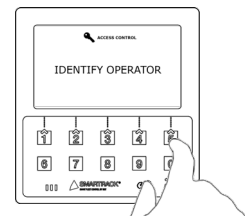
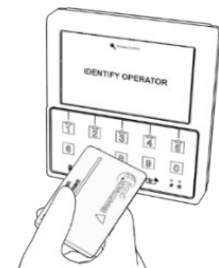

Рисунок 6 Вхід за допомогою клавіатури
Рисунок 7 Вхід за допомогою картки
2. Дайте системі себе ідентифікувати, використовуючи свій ПІН-код (Рисунок 6) або контактну картку (Рисунок 7).